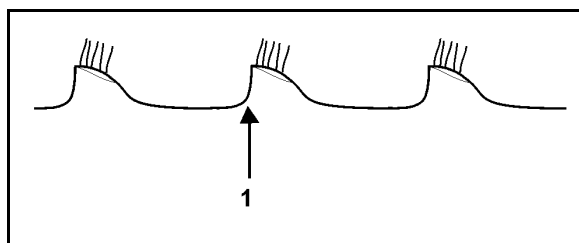

Рис. 24
- **Рис. 24:** Обрезная кромка 2-го ряда дисков не видна и идет за 1-м рядом дисков: сдвиньте 1-й ряд дисков влево.